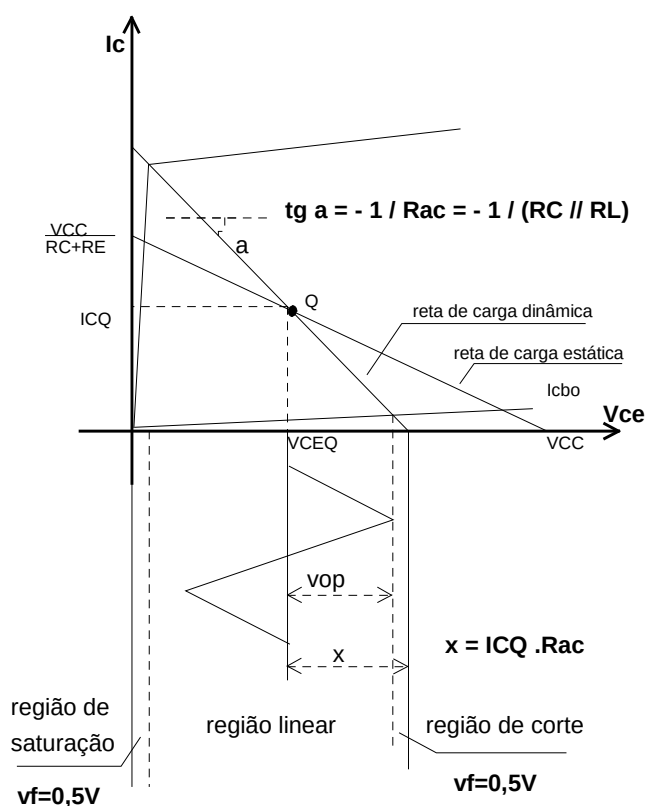

fig.2
As inequações (1) e (2) são escritas a partir da simples observação da fig.2; a expressão (3) é a que exprime o ganho do amplificador e, finalmente, em (4) é estabelecida a equação da malha de coletor para atender à polarização.